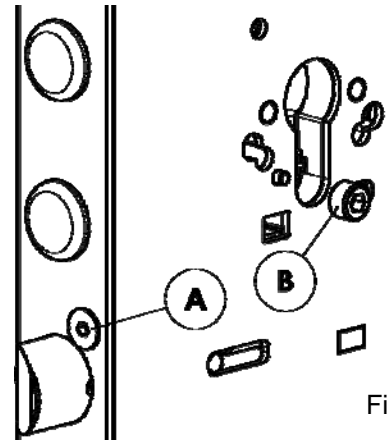

Fig.1
La serratura permette l'installazione del cilindro in due modalità differenti: (con riferimento alla Fig.1) tramite la vite frontale (A) oppure tramite la vite laterale (B).